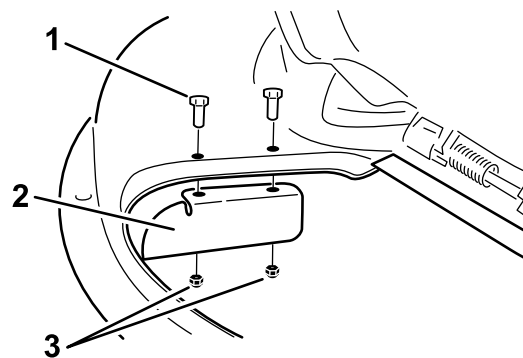

Figura 31
- Montate il deflettore di scarico sui colonnini di montaggio del fermaglio. Figura 31. Fissate il deflettore sul tosaerba con i due dadi di bloccaggio (5/16 pollice).